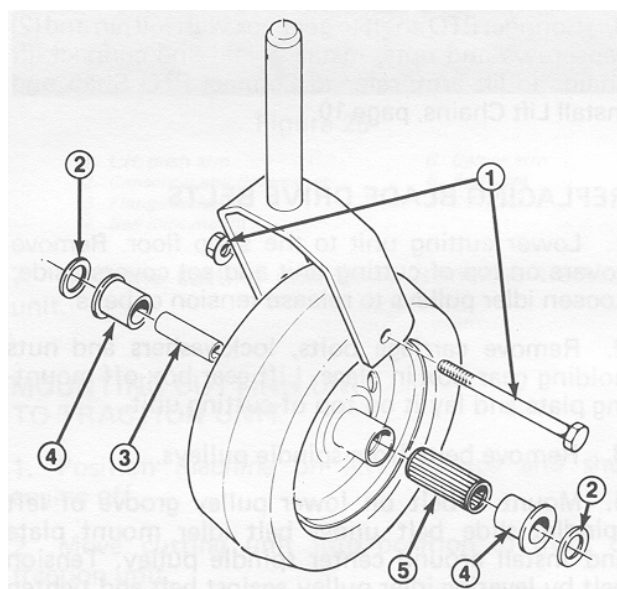

Figure 31
1. Enlevez la vis d'assemblage et le contre-écrou qui assujettissent la roue pivotante et les 2 rondelles entre la chape (Fig. 31).
2. Faites sortir la douille pour clé du moyeu de roue (Fig. 31).
3. Enlevez la bague du moyeu de roue et laissez tomber le roulement à l'extérieur (Fig. 31). Déposez la bague de l'autre côté du moyeu de roue.